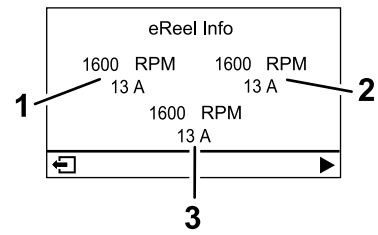

图 17
- **eReel 马达屏幕** 图 17 显示每个滚刀组马达的速度和电流。